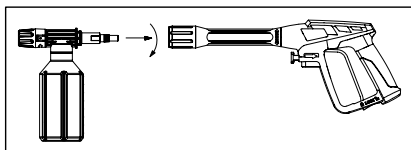

Fig. 3
4. Installez le canon à mousse pour savon à la poignée pistolet (Fig. 3).